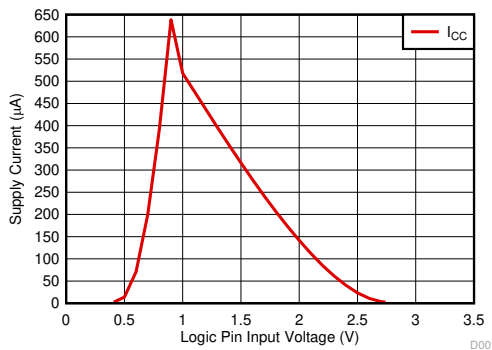

图 5. 70% 或 30% 阈值 I_{CC} 与逻辑输入电压间的关系
1.8V 逻辑有不同的实现方式，但各有优缺点。当典型 CMOS 逻辑缓冲器的输入不在电源轨上时，可以观察到从器件电源到接地的击穿电流。这是由于两个晶体管都部分导通，形成了接地路径，且 I_{CC} 增加，如图 5 中所示。示例器件是 TS5A2066，其 V_{IH} 的输入阈值为 V_{CC} 的 70%， V_{IL} 的输入阈值为 V_{CC} 的 30%，且并不是 1.8V 兼容逻辑。